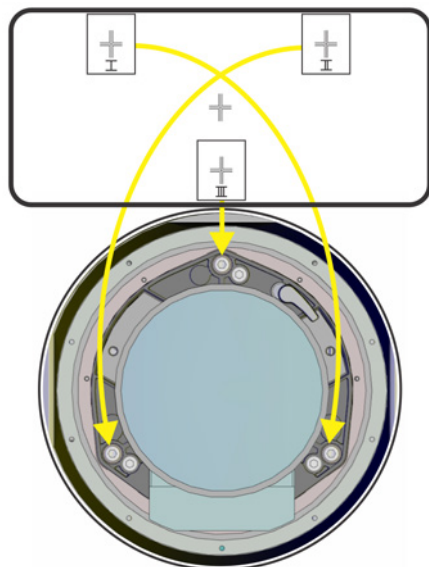

FIGURE 2-1 MIRE À RÉTICULE
3. Si un alignement est nécessaire, consulter la Figure 2-1 Mire à réticule pour comprendre l'effet des vis de réglage de la monture d'objectif sur les réticules correspondants de la mire de réglage.